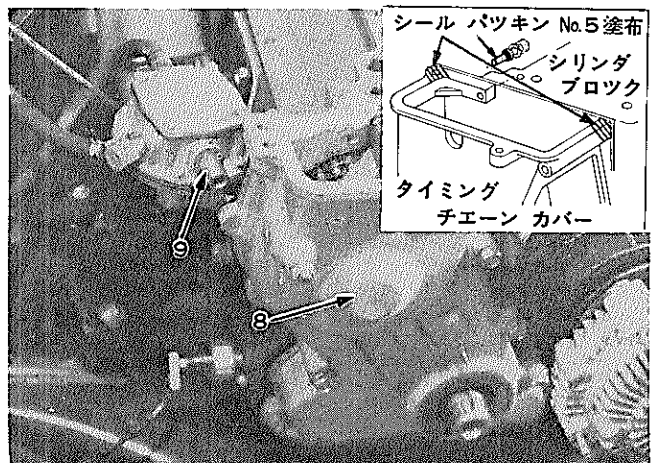

図4-5-23 タイミング チェーン カバー 取り付け
- 2 図4-5-23の個所にシール パツキン No.5を塗布する。